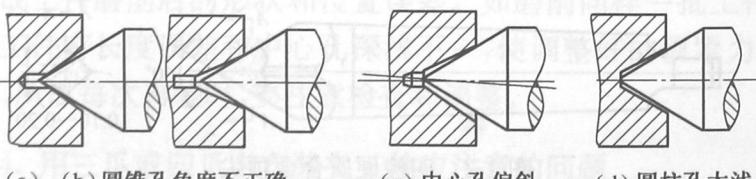

图 1-1 工件中心孔与顶尖接触不良
(3)  $60^{\circ}$ 圆锥孔的角度准确,两端的中心孔应在同一轴线上。否则会使中心孔与顶尖接触不良(图 1-1),容易使中心孔变形和加快磨损,从而磨削时工件会摇动,使磨出的外圆产生圆度误差以